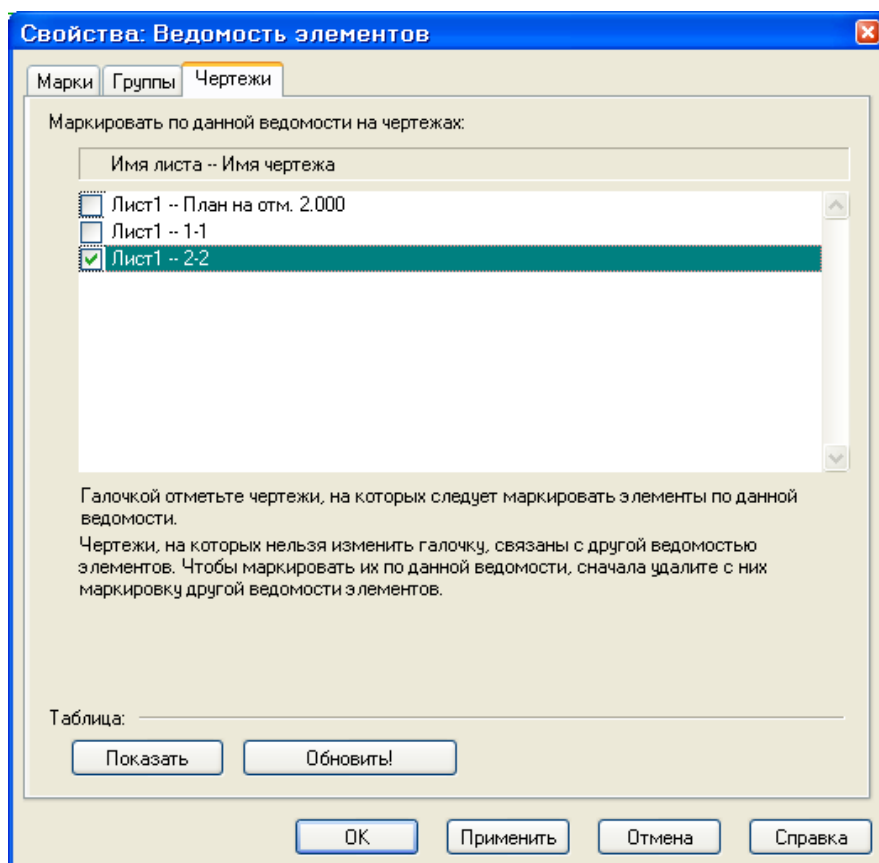

Рис.13.18. Диалоговое окно **Свойства: Ведомость элементов**
- В диалоговом окне **Свойства: Ведомость элементов** (рис.13.18) перейдите на третью закладку **Чертежи** и установите флажок **Лист1 – 2-2** в списке **Маркировать по данной ведомости на чертежах**.